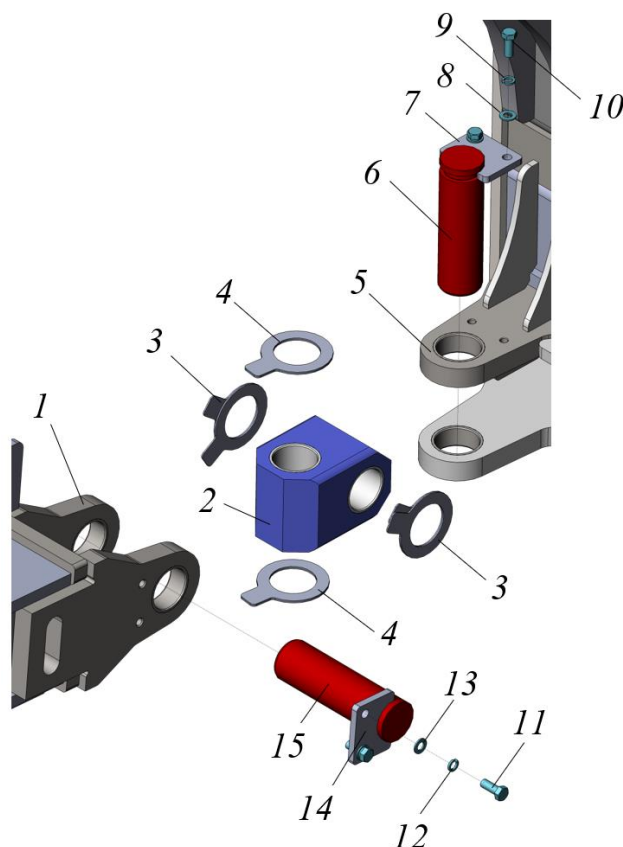

Рисунок 3.120. Установка крестовины
- Крестовину 2 с дистанционными шайбами 4 установить в проушины зеркала 5 и скрепить пальцем 6 (см. рис. 3.120). Палец 6 зафиксировать при помощи стопора 7, шайб 8, 9 и болтов 10. Болты М20 поз. 10 затянуть моментом не более 390 Н*м.